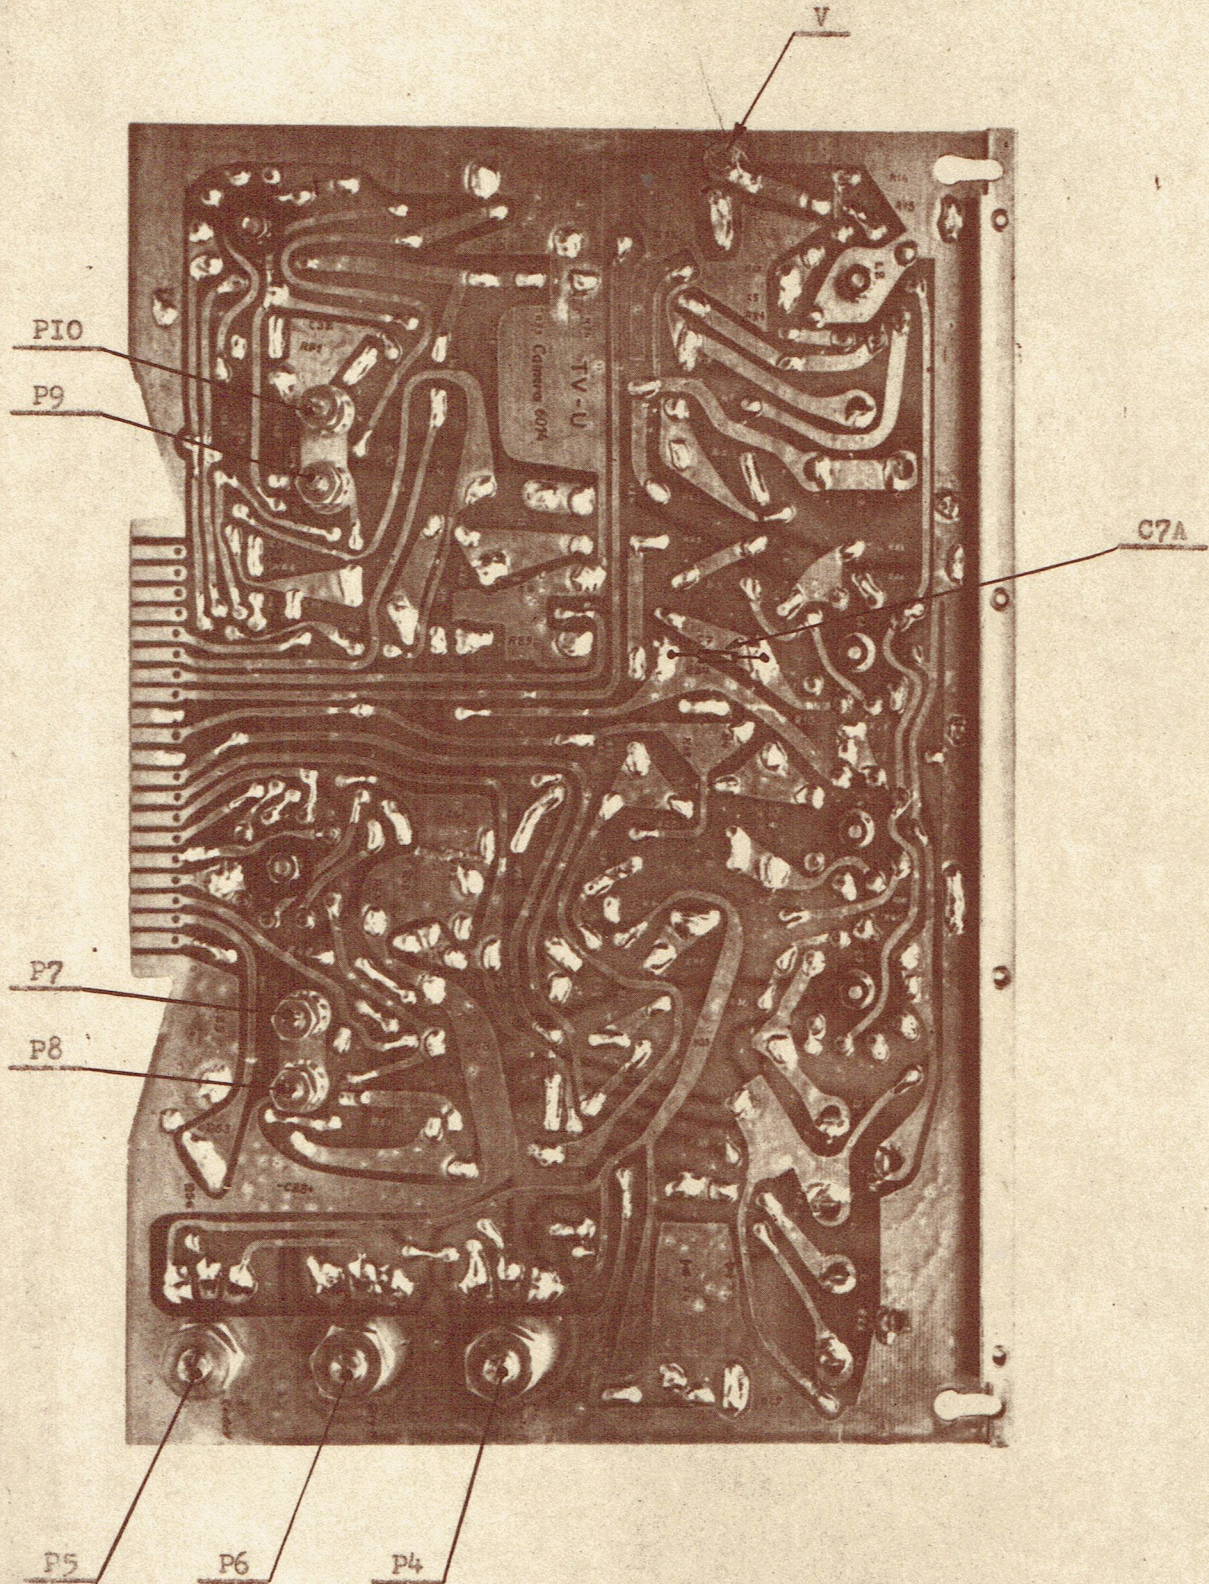

Fig. 8- Vue de la platine imprimée principale.
Ajouter sur le circuit imprimé (voir C7A sur fig 8 un condensateur céramique (isolement 250 V.) de capacité correspondant à:
- Accrocher le balayage horizontal par P6 (fig. 8)
- Ajuster la fréquence H sur 15.625 Hz ± 300 Hz, par le noyau de B7; en cas de décrochage H retoucher P6 (fig. 8 et 11).
- Cadrer par décharge de condensateurs dans les bobines V et H (point PL III 20 et PL III 15 du schéma) et par les réglages P5 et P4 (fig. 8).
- Régler largeur et linéarité H par P9 et P10 (centrer la fréquence H par P6) (fig. 8 et 11)
- Régler hauteur et linéarité V par P7 et P8 (fig. 8)
- S'il s'agit du circuit imprimé principal, enlever le contact de cible du circuit imprimé par la vis de fixation (réf. V de la fig. 8).